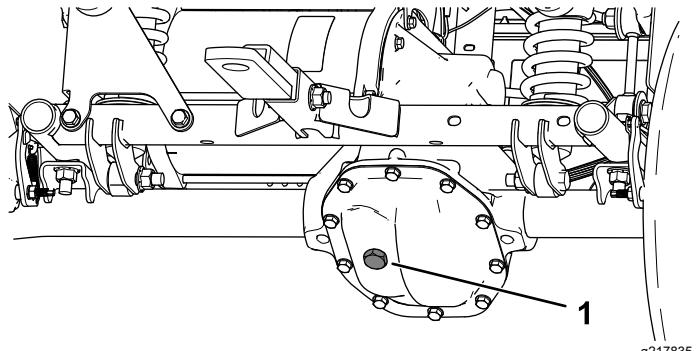

Figura 54
4. Retire el tapón de llenado del transeje (Figura 54).
- 5. Si el nivel de fluido es bajo, retire el tapón de llenado y añada el fluido especificado hasta que salga del orificio (Figura 54).
- Retire el tapón de llenado del transeje, y llene el transeje con el fluido especificado hasta que salga del orificio de llenado (Figura 54).